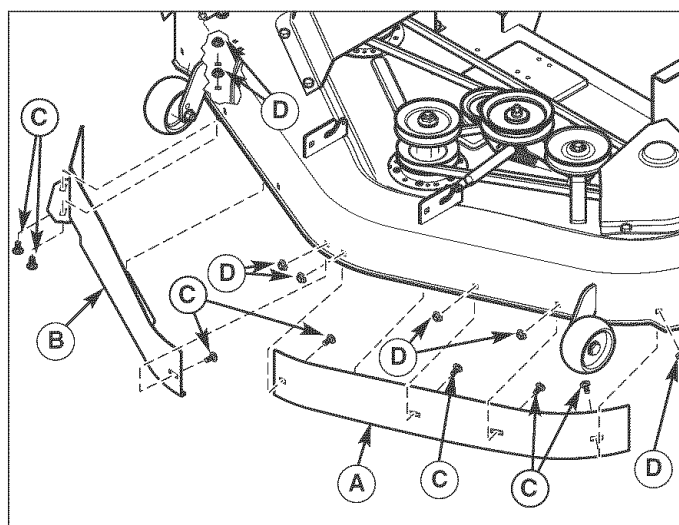

Figure 18. Installation de déflecteurs de soufflage
2. Installer le déflecteur droit (A, Figure 18) et fixer à l'aide des boulons de carrosserie 5/16-18 x 5/8" (C) et des écrous Whiz Lock 5/16-18 (D).
3. Installer le déflecteur gauche (B) et fixer à l'aide des boulons de carrosserie 5/16-18 x 5/8" (C) et des écrous Whiz Lock 5/16-18 (E).